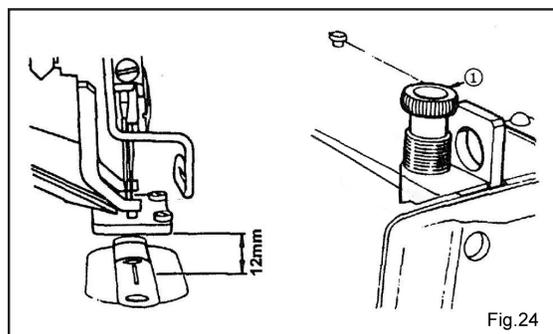

Fig.24
35. AJUSTE DA PRESSÃO DA BARRA DO CALCADOR (FIG. 24)